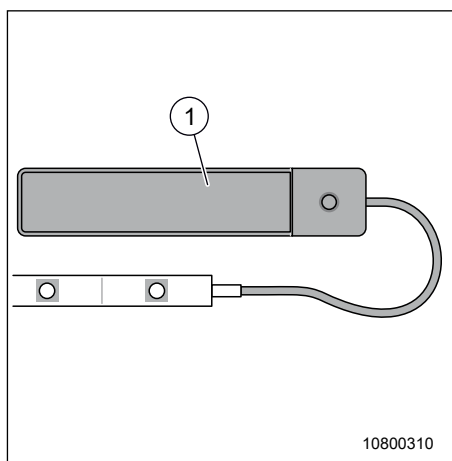

Fig. 76 LED band med batteri
1. Skjut locket (Fig. 76, pos. 1) åt vänster och ta loss den.
3. Sätt på locket (Fig. 76, pos. 1) och skjut det åt vänster.